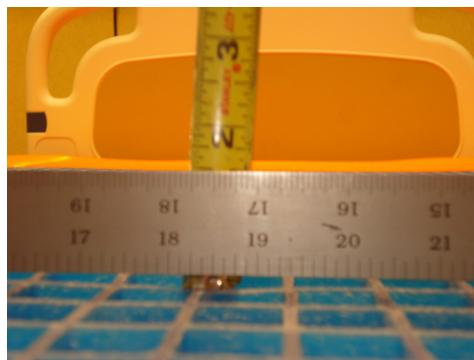

Abbildung 6
6. Mit einem Maßband die maximale Tiefe (den tiefsten Punkt) von der Unterkante des Lineals bis zur Oberfläche des Gels messen (siehe Abb. 6).